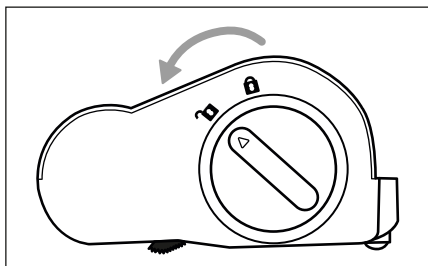

Fig. 22
- 2) Desbloqueie o rolo de escova **19**, rodando o desbloqueio do rolo de escova **18** na direção do símbolo **2** (abrir) (ver fig. 22).